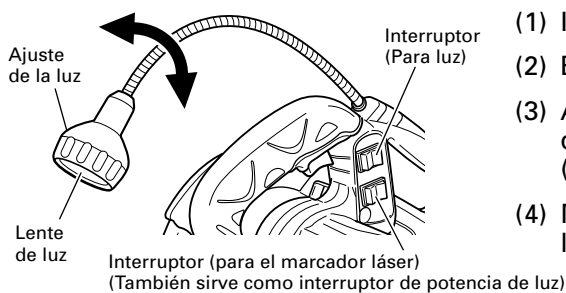

Fig. 43
- (1) Introduzca el enchufe de la unidad principal en una toma.
- (2) Encender el interruptor del marcador láser.
- (3) Ajuste el interruptor de luz en la posición superior (ON) para que lo ilumine y en la posición inferior (OFF) para que lo apague. (Ver Fig. 43)
- (4) Mueva el ajuste de la luz a la derecha y la izquierda para ajustar la posición de iluminación.